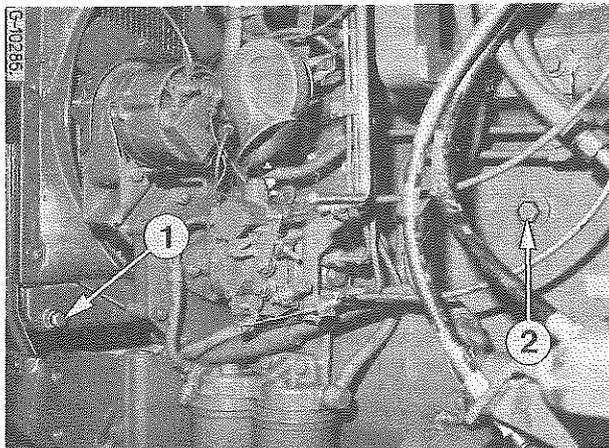

Figure 76
2 - Retirez le bouchon de vidange du bloc-moteur (2, Fig. 76).
5 - Mettez en place le bouchon de vidange (2) Fig. 76 et fermez le bouchon (1).